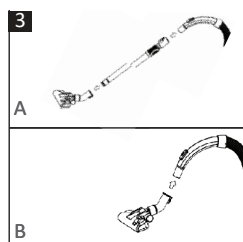

Рис. 3
- Инструменты для очистки (1, 2, 4, 5, 16 и 18) можно прикрепить к нижнему концу телескопической трубки (19) (**Рис. 3А**) или к ручке всасывающего шланга (7) (**Рис. 3В**).